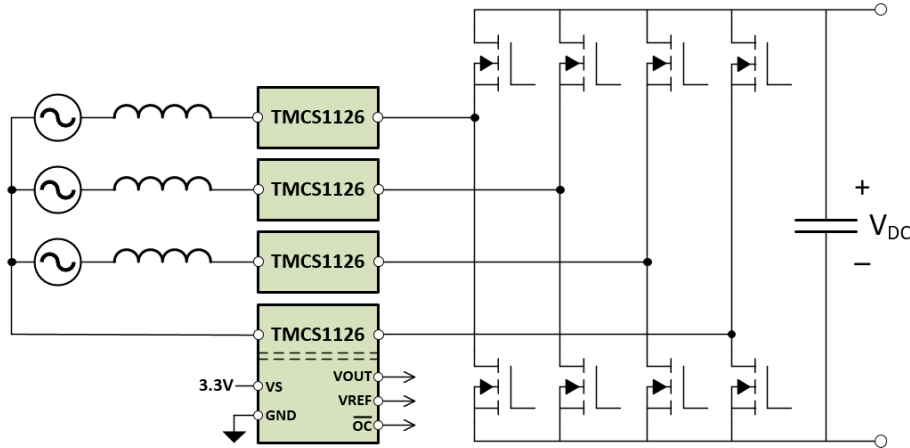

図 9-2. AC/DC コンバータの 電流検出
多くのアプリケーションでは、DC 回路で使用するために、AC 電源から電力を変換する必要があります。通常、電力伝送効率を向上させるために、いくつかの種類¹の制御された力率補正 (PFC) 段が必要です。最新の PFC 段では、全体のサイズを縮小し、電力伝送効率を向上させるために、より高速で高速なパワースイッチが使用されています。多くの場合、AC/DC コンバータの PFC 段は AC 電源グリッドに直接接続されます。PFC 段で検出する場合の主要な課題は、電流センサが高電圧 (HV) 電力グリッドから生じる大きな電圧スパイクに加えて、電荷伝送中に高速パワースイッチから生じる大きな過渡にさらされることです。TMCS1126 構造内に固有の絶縁機能があるので、HV 電流センシングノードと低電圧制御回路との間に高いレベルの絶縁を実現し、高い同相過渡耐性 (CMTI) を達成することで、これらの課題を克服できます。図 9-2 に、一般的な AC/DC コンバータ段での TMCS1126 測定位相電流の使用方法を示します。